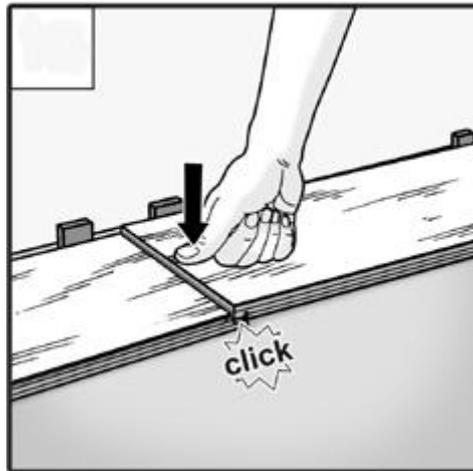

Рис. 4
**Второй ряд (и последующие ряды):** в начале второго ряда используйте отпиленную часть половицы, оставшуюся от первого ряда. Её длина должна быть не менее 30 см. Вторую доску соедините сначала по длинной стороне (с предыдущим рядом), затем слегка приподнимите доску от горизонтали (угол не более  $20^{\circ}$ ), подведите ее к месту стыка по торцевой стороне, опустите сверху на замок соседней доски и легким нажатием руки сверху произведите окончательное соединение. (рис. 4).